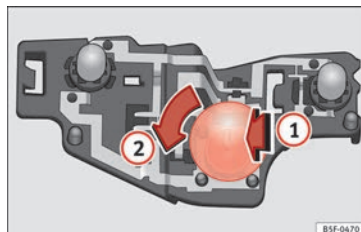

Fig. 120 Localização das lâmpadas de incandescência no porta-lâmpadas.
- Pressione ligeiramente a lâmpada com anomalia contra o porta-lâmpadas » **Fig. 120** **1**, em seguida rode-a para a esquerda **2** e extraia-a.